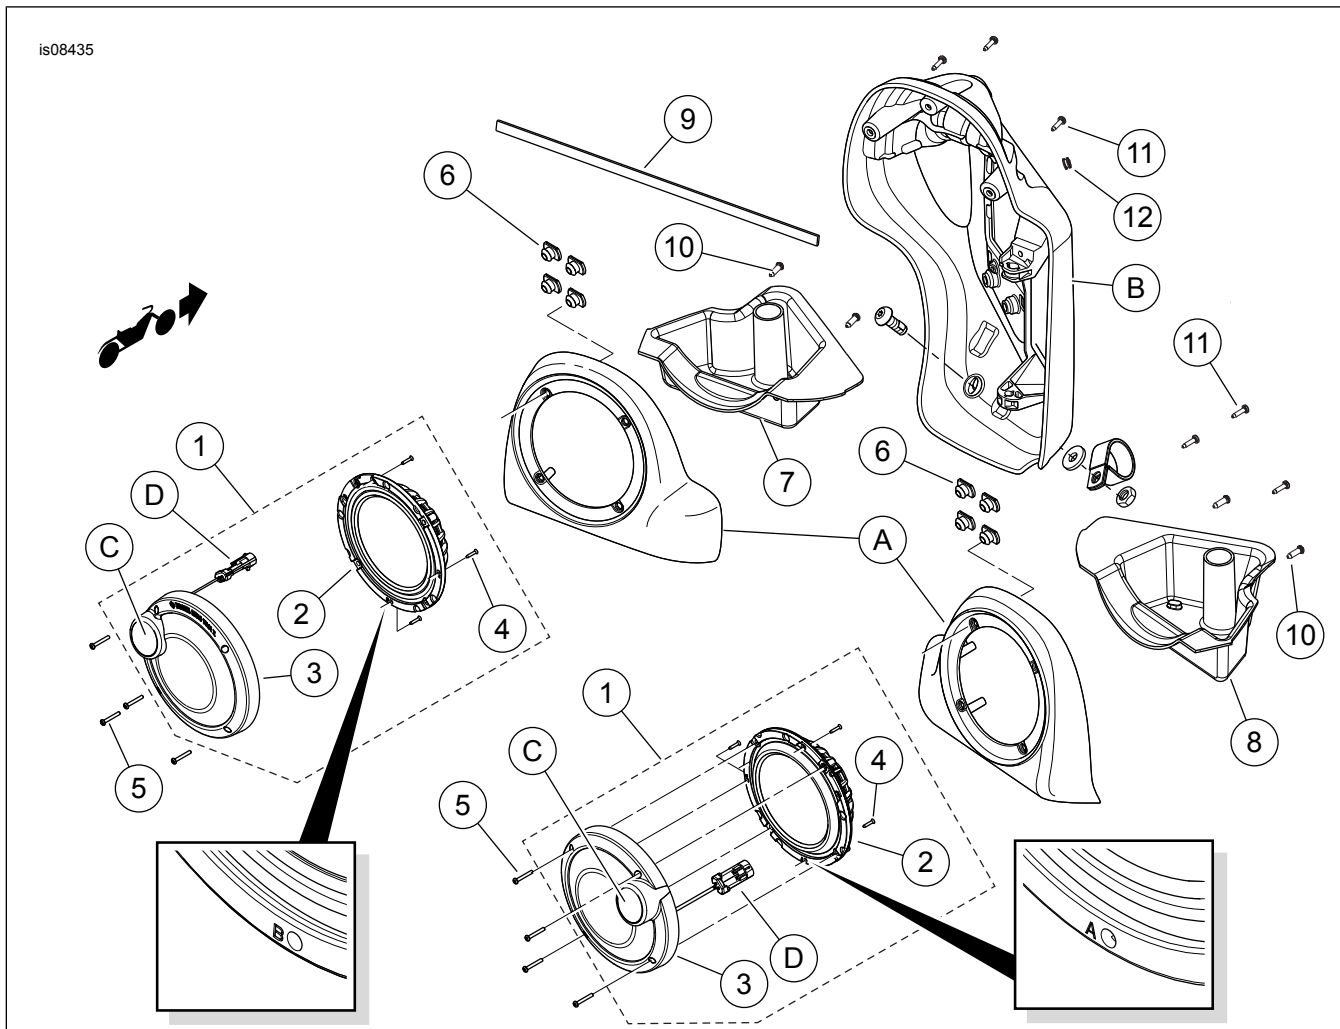

Abbildung 12. Ersatzteile, BOOM! Audio Stage II Lautsprechersatz für die untere Verkleidung
Um den Einbau zu erleichtern, zuerst die Schrauben (siehe Abbildung 12 Teil 10) im Gehäuse ohne Schale anbringen. Die Schrauben entfernen.
15. Siehe Abbildung 12. Die geteilte Tülle (12) trennen. Die Tülle um den Kabelbaumzweig herum installieren. In das in die Verkleidung gebohrte Loch einbauen.
19. Siehe Abbildung 12. Die Lautsprecher-Kabelsteckverbinder im Innern des Lautsprechergehäuses an die Kabelschuhkontakte an der Rückseite des neuen Tieftonlautsprechers anschließen. Kabelschuhkontakte in unterschiedlicher Größe verhindern einen falschen Zusammenbau.
20. Den Zweiwege-Audiosteckverbinder des Verstärker-Kabelbaums mit dem Steckverbinder (D) für Mittelton-/Hochtöner verbinden.
21. Die Lautsprecherbaugruppe (1) so drehen, dass der Hochtöner (C) in einem Winkel von 45 Grad von oben nach außen positioniert ist.
22. Die Lautsprecherbaugruppe mithilfe der vier Schrauben (5) aus dem Satz am Lautsprechergehäuse anbringen.